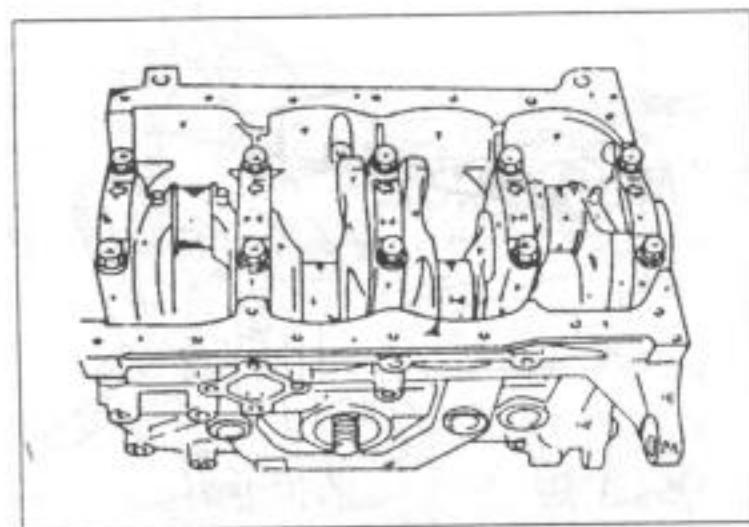

Рис.102.
- Крышки одеть на картер и ударить по ним резиновым или пластмассовым молотком. Стрелки всех крышечек должны указывать на переднюю часть двигателя, как это видно с рис. 102.